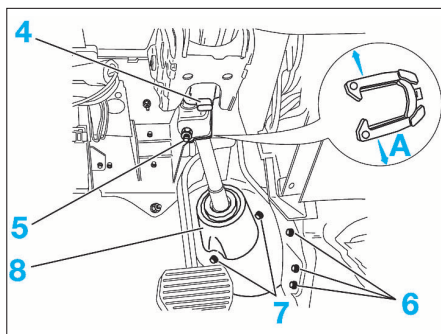

FIG. 12
- le cache inférieur (3) de planche de bord.
- Appuyer sur le bouton (4) (Fig.12) pour obtenir le verrouillage en translation de la colonne de direction.